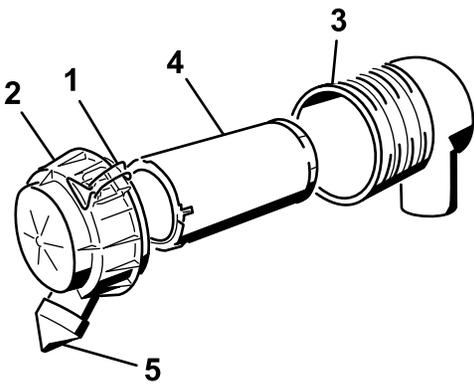

Рисунок 20
3. Освободите защелки воздухоочистителя и снимите крышку воздухоочистителя с корпуса воздушного фильтра (Рисунок 20).
- Осторожно извлеките фильтр из корпуса воздушного фильтра (Рисунок 20).
- Осторожно установите фильтр (Рисунок 20).
- Установите крышку воздухоочистителя таким образом, чтобы пылезащитный колпачок был ориентирован вниз, и закройте защелки (Рисунок 20).